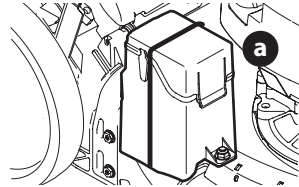

Figure 20
**NOTE :** Retirez l'attache de câble (a) du boîtier de la batterie. Cette attache est utilisée à des fins d'expédition (Figure 20).